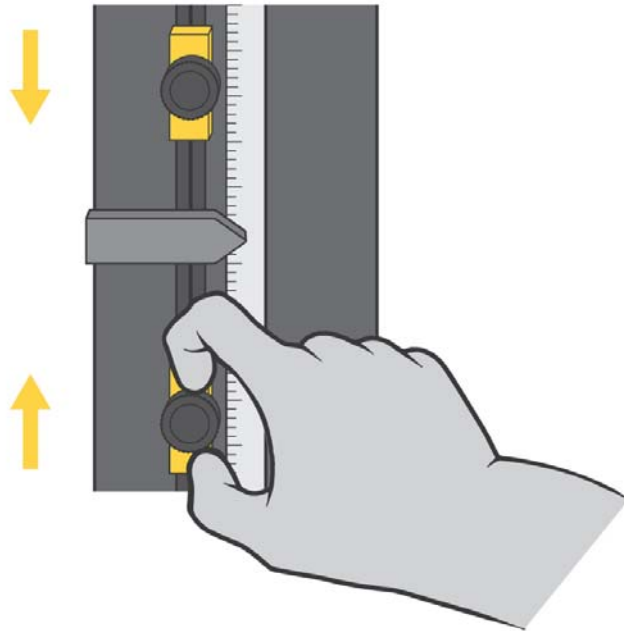

Figura 29. Configuración de las paradas límite
Las paradas límite de la cruceta son dos cierres ajustables montados en la varilla del interruptor del límite, que se encuentra dentro de la columna de la máquina, como se muestra en la Figura 29 en la página 122. Las paradas límite (1 y 2) tienen tornillos que se aprietan y sueltan a mano; se pueden desplazar a cualquier posición de la varilla del límite. Coloque estas paradas justo después de los parámetros del ensayo para evitar el sobrerrecorrido de la cruceta. Cuando la cruceta alcanza el recorrido máximo predefinido, el actuador del interruptor (3) entra en contacto con una de estas paradas. El contacto entre el actuador del límite y la parada límite mueve la varilla del interruptor del límite (4) y activa los interruptores del límite. Esto detiene el movimiento de la cruceta.